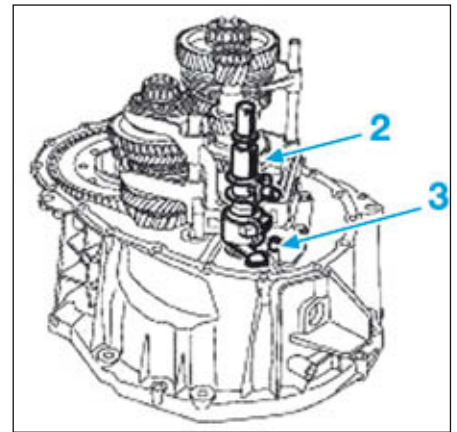

FIG.16
- Pivoter le module de commande (2) (Fig.16) en retirant le ressort par dessus la douille de rappel (3) et sortir le module par le haut.